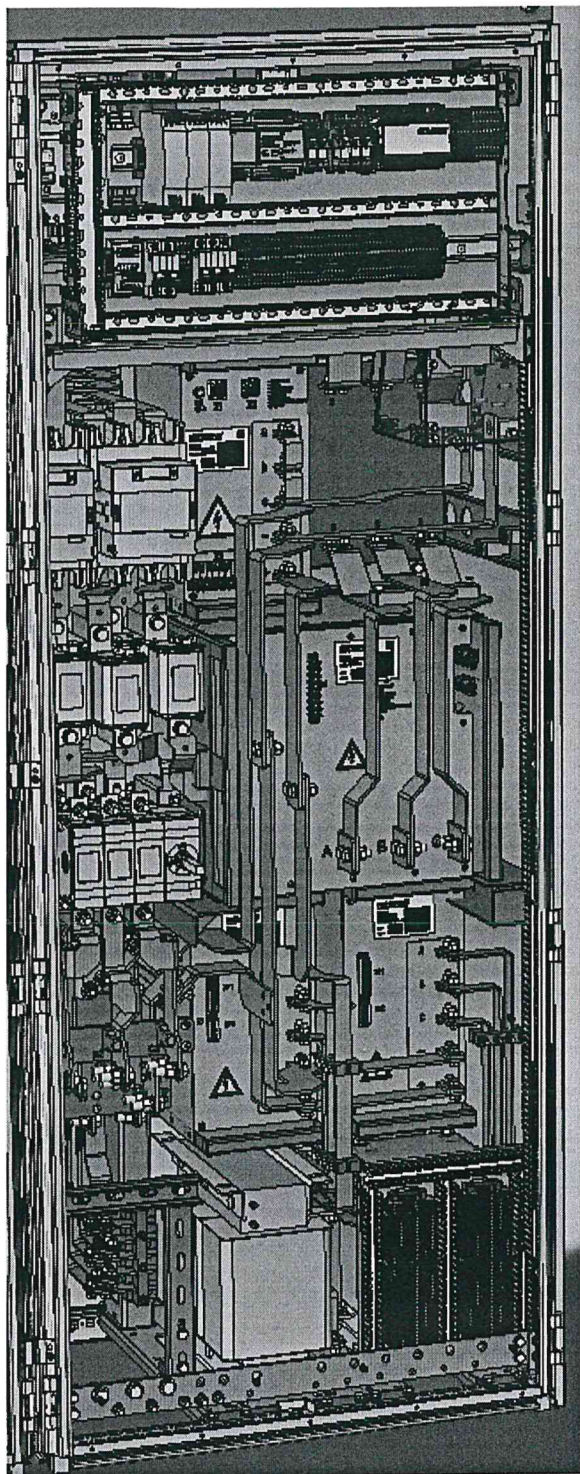

Рисунок 2 – Размещение оборудования внутри ПЧ
1.4.1.4 В шкафу расположены: разъединитель, сетевой контактор, автоматические выключатели, сетевые дроссели, выпрямители, модуль инвертора, модуль торможения (чоппер), и оборудование системы управления ПЧ. Шкаф имеет принудительное воздушное охлаждение от встроенного вентилятора (рисунок 2).